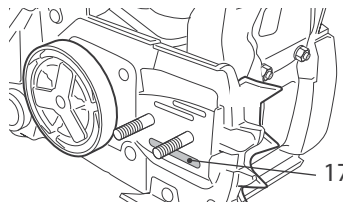

Fig. 47
- > Examinez le trou du réservoir d'huile [17]; s'il est bouché, nettoyez-le afin d'assurer un graissage correct de la chaîne et du guide-chaîne lorsque l'appareil fonctionne. Utilisez pour cela un fil de fer mou assez fin pour être introduit dans le trou de vidange d'huile (Fig. 47).